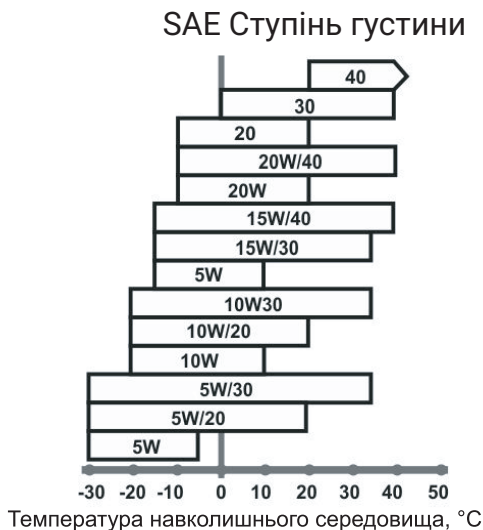

Рисунок 6. Графік залежності ступеню густини мастила від температури довкілля.
Перевірте відповідність параметрів вибраного мастила рекомендаціям, показаним на рис. 6. Рекомендуємо використовувати мастило високої якості.
2. У разі, якщо здійснюється запуск холодного двигуна або якщо температура повітря нижче $+15^{\circ}\text{C}$, закрийте повітряну засувку карбюратора, перемістивши важіль засувки до упору в положення «ПУСК» (див. рисунок 6). За умови такого положення повітряної засувки відбувається збагачення паливної суміші у карбюраторі, що забезпечує полегшений пуск двигуна. Під час запуску теплого двигуна або коли температура повітря вище за $+15^{\circ}\text{C}$, збагачення паливної суміші, як правило, не потрібне, важіль повітряної засувки залишається у положенні «РОБОТА». У тому разі, коли двигун встиг частково охолонути, може знадобитися часткове збагачення паливної суміші – часткове відкриття повітряної засувки карбюратора.